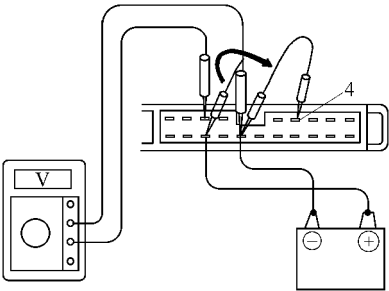

图 18-97 将端子 B4 连接到端子 B18 之后，再连接到端子 B16
②在将端子 B4 连接到端子 B18 之后，再连接到端子 B16，如图 18-97 所示。检查电压是否在按表 18-25 所示的时间内从 0V 上升到蓄电池电压值。